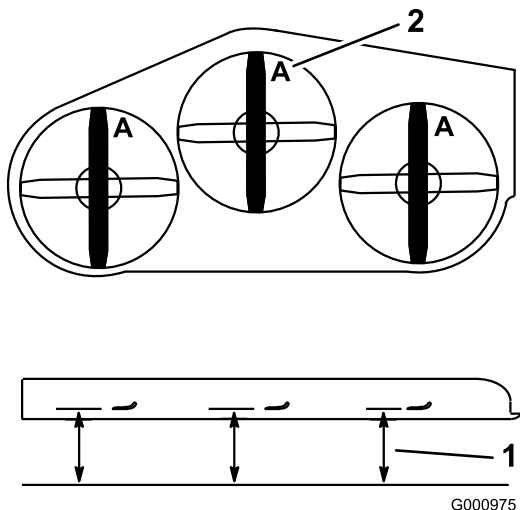

Figura 77
- Girate le lame fino a disporle in parallelo con la lunghezza della macchina (Figura 77). Misurate da un piano orizzontale fino al tagliente delle lame, posizione A, (Figura 77). Prendete nota di questa misura.